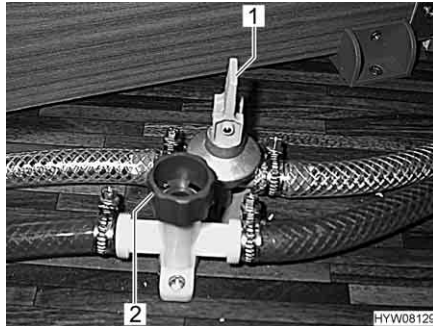

Bild 158 Ablasshähne
- Alle Ablasshähne für den Boiler schließen. Dazu den Kipphebel (Bild 158,1) waagrecht stellen bzw. die Kappe (Bild 158,2) im Uhrzeigersinn drehen.
- Alle Ablasshähne für den Boiler öffnen. Dazu den Kipphebel (Bild 158,1) senkrecht stellen bzw. die Kappe (Bild 158,2) entgegen dem Uhrzeigersinn drehen.